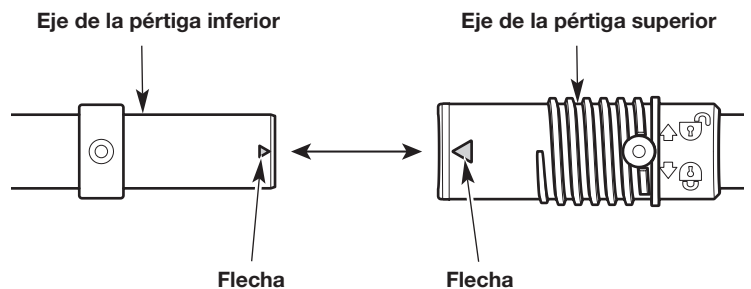

Fig. 1
1. Alinee la flecha que está en el eje de pértiga inferior con la flecha que está en el eje de pértiga superior (Fig. 1).
2. Inserte el eje de pértiga inferior en el eje de pértiga superior (Fig. 1).
2. Saque el eje de pértiga inferior del eje de pértiga superior (Fig. 1). Para ello podría necesitar tirar con firmeza.